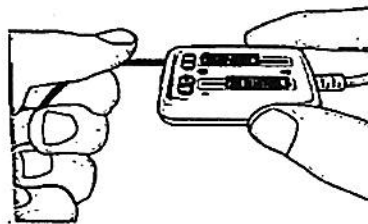

Figura 6. Sujeción del electrodo de ECP en el conector del cable de estimulación intraoperatoria 2x8
6. Empuje el extremo del electrodo de ECP en el puerto hasta que haga tope. Sujete el electrodo de ECP en su sitio mientras coloca la palanca de bloqueo en la posición de bloqueo (Figura 6).